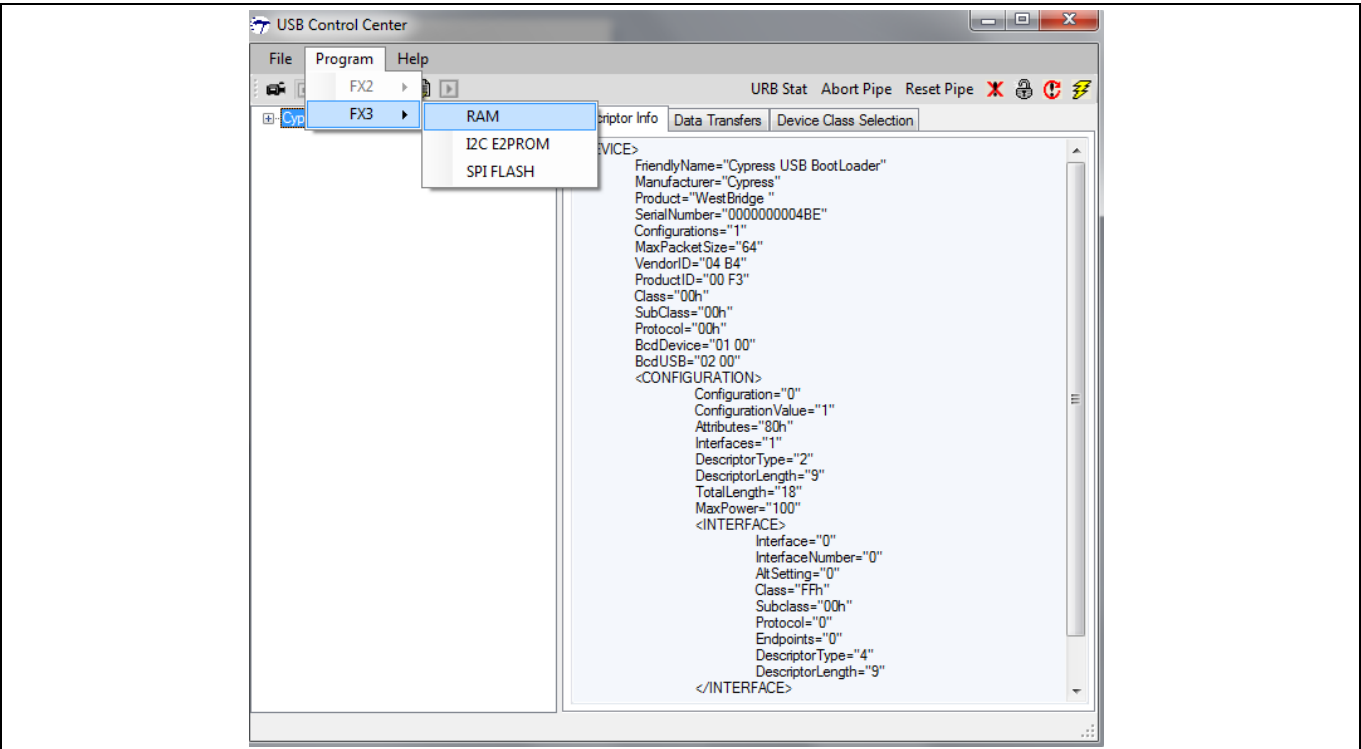

Figure 17 从 Control Center 中选择器件
4. 在 Control Center 中，依次选择 **Program > FX3 > RAM** 来选中 FX3 器件，如 Figure 17 所示。